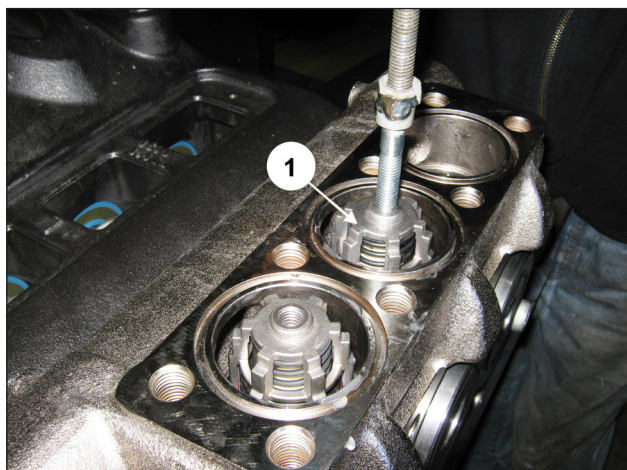

Fig. 145
O grupo da válvula completo deve ser inserido completamente até o fundo e apresentar-se como na pos. ①, Fig. 145.